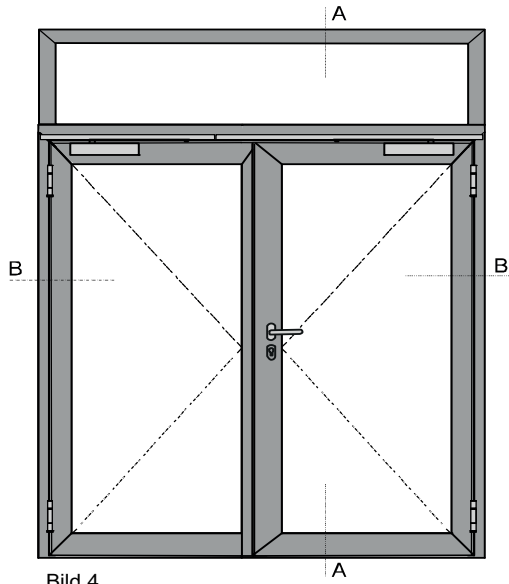

Bild 4
- Bild 4: 2flg. Tür mit Oberlicht